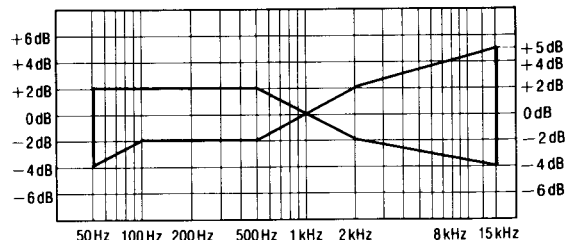

Abb. 10
6. Anschließend das auf der CrO₂-Leercassette (QZZCRX) und der Reineisenband-Leercassette (QZZCRZ) aufgezeichnete Signal auf 15kHz erhöhen und auf gleiche Weise justieren, wie vorgehend beschrieben. Dann überprüfen, ob der Frequenzpegel innerhalb des in Abb. 10 gezeigten Bereichs liegt.